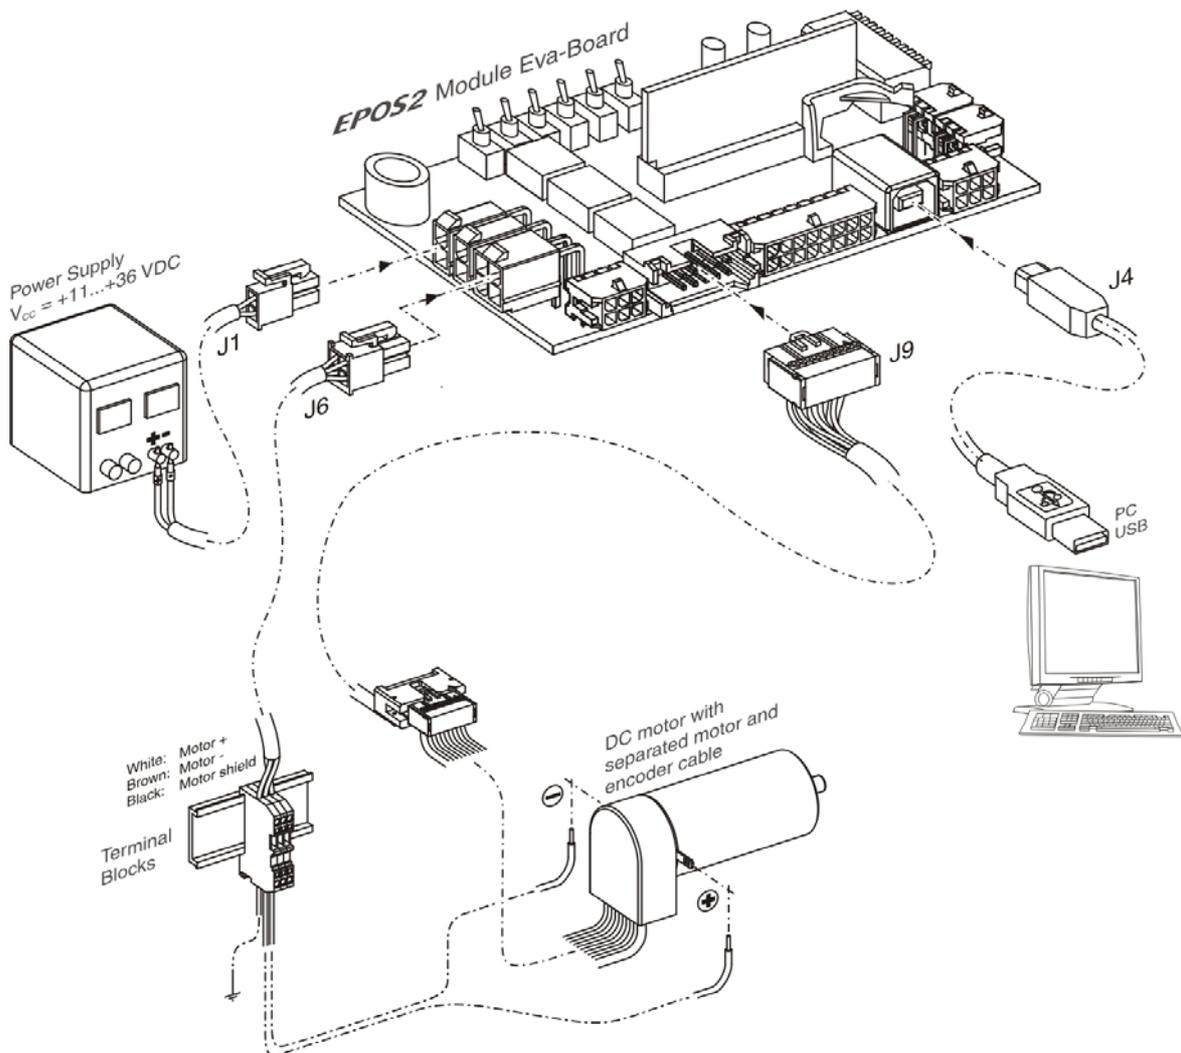

図 3-5 最小限の配線：モータ・ケーブルとエンコーダ・ケーブルが別々の maxon DC motor (ブラシ付きモータ)
- 3) 下表および下図をご参考にケーブル類を接続してください。(→ 表 3-7 および 図 3-5)